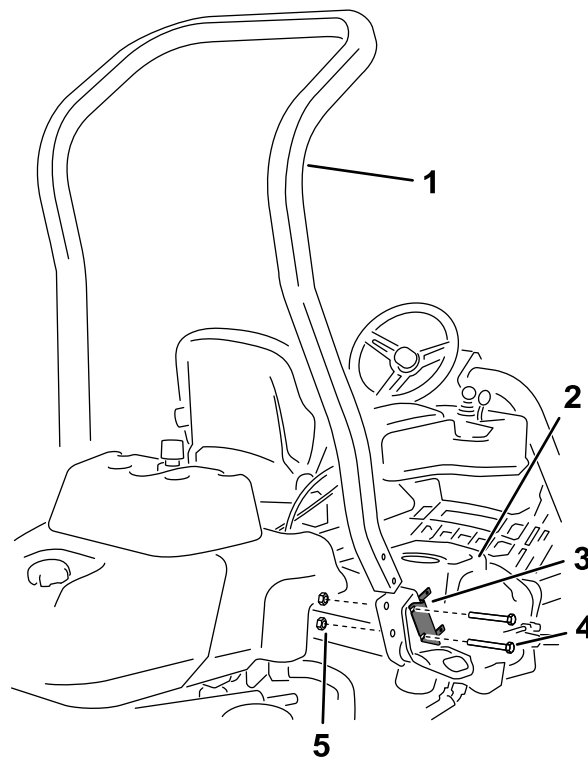

図 3
4. 図 3 に示すように、ヒューズブロックブラケットを ROPS ブラケットに固定しているボルト 2 本を外す。